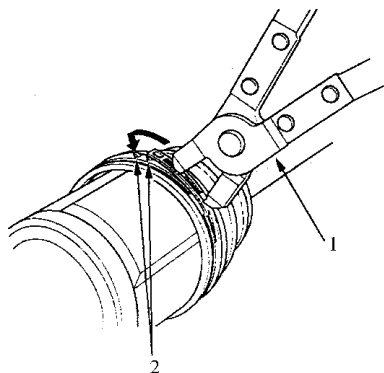

图 6-74 合拢卡环卡扣
10) 如图 6-74 所示, 借助护罩卡钳, 合拢卡环的卡扣段, 然后, 使卡环的卡口与凸耳相扣。